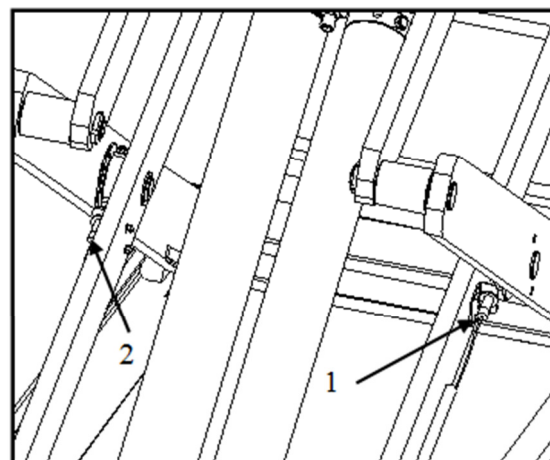
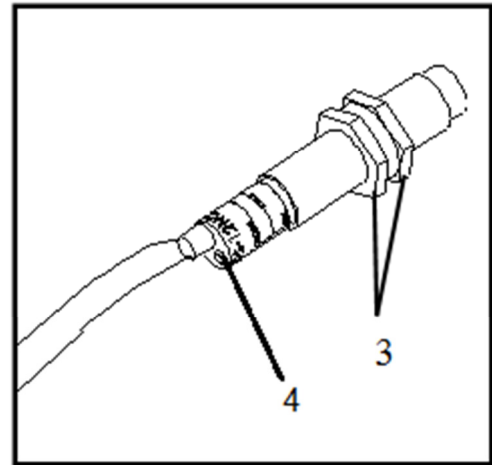

Fig. 9
Fig. 10
De limietschakelaars dienen te worden afgesteld gedurende de installatie van de brug, deze zijn geplaatst op de schaar van platform 2. De hoogtelimietschakelaar (1, fig.9) reguleert de maximale hoogte van de brug en de veilige hoogte limietschakelaar (2, fig.9) zorgt ervoor dat de lift niet in 1 keer tot de vloer zakt.
2. Draai de moeren (3, fig.10) van de limietschakelaar (1, fig.9) los en plaats de sensor in positie, stel de schakelaar zo af dat het rode lampje achterop de schakelaar net gaat branden.
2. Draai de moeren (3, fig.10) van de limietschakelaar (2, fig.9) los en plaats de sensor in positie, stel de schakelaar zo af dat het rode lampje achterop de schakelaar net gaat branden.